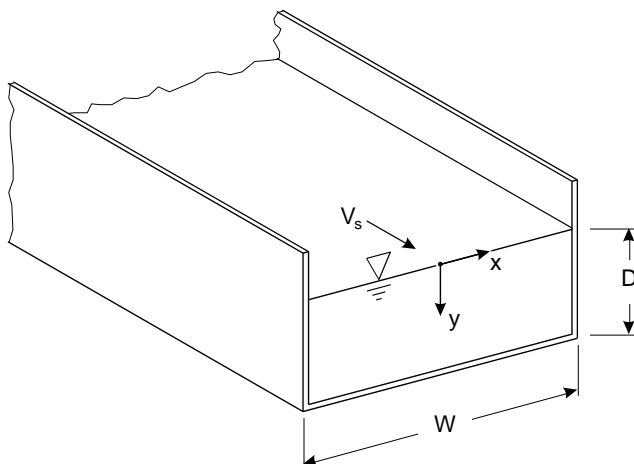

Fig. 7: Canal
10. Água escoar num canal com largura  $W$  e profundidade  $D$  (Fig. 7). A distribuição de velocidade foi dada hipoteticamente com as equações: